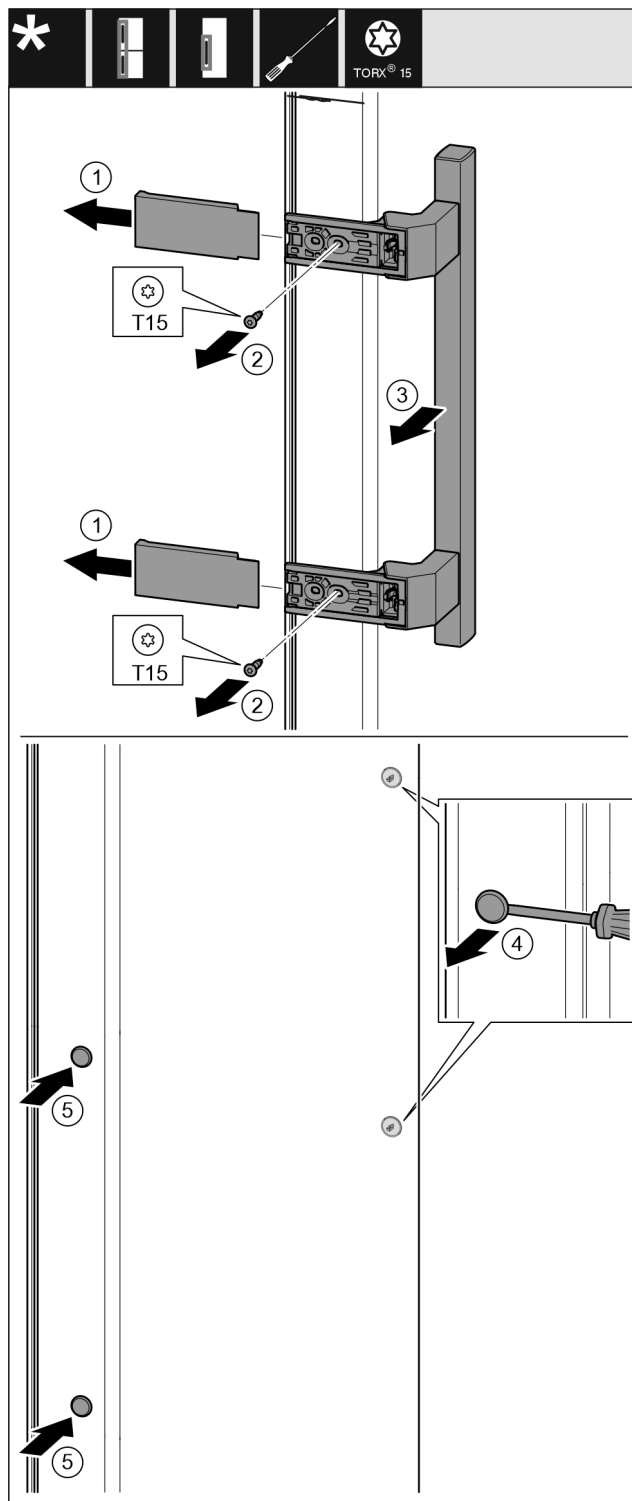

Fig. 15
- ▶ Trekk av dekslet. Fig. 15 (1)
- ▶ Skru ut skruene med skrutrekkeren Torx 15. Fig. 15 (2)
- ▶ Fjern håndtaket. Fig. 15 (3)
- ▶ Løft pluggene på siden forsiktig med en skrutrekker og trekk dem ut. Fig. 15 (4)
- ▶ Sett igjen inn pluggen på den andre siden. Fig. 15 (5)